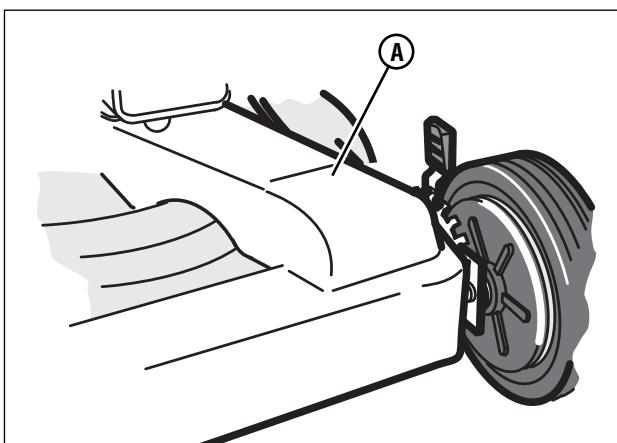

Figura 17: Remoción de la cubierta de la correa
1. Remueva el tornillo que sujetla la cubierta de correa (A, **Figura 17**). Remueva la cubierta de la correa.